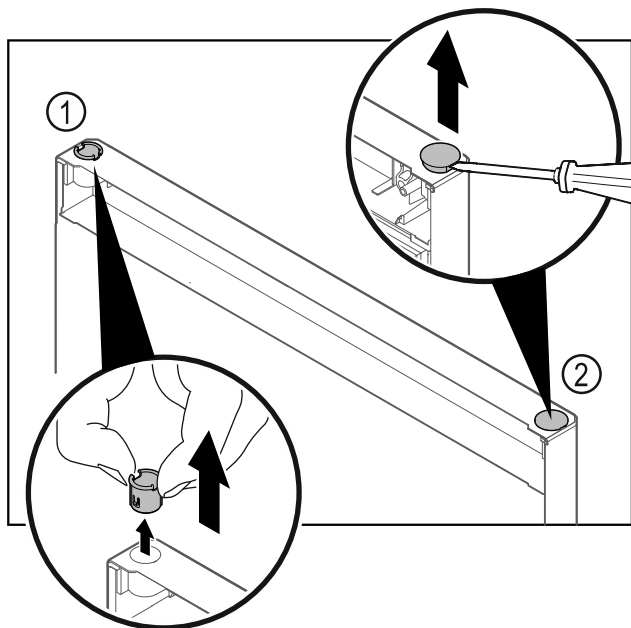

Fig. 20
- ▶ Trekk ut hengselbøssingen Fig. 20 (1) med fingrene.
- ▶ Løft dekkstøpselet Fig. 20 (2) forsiktig opp med en skruetrekker, og trekk det av.